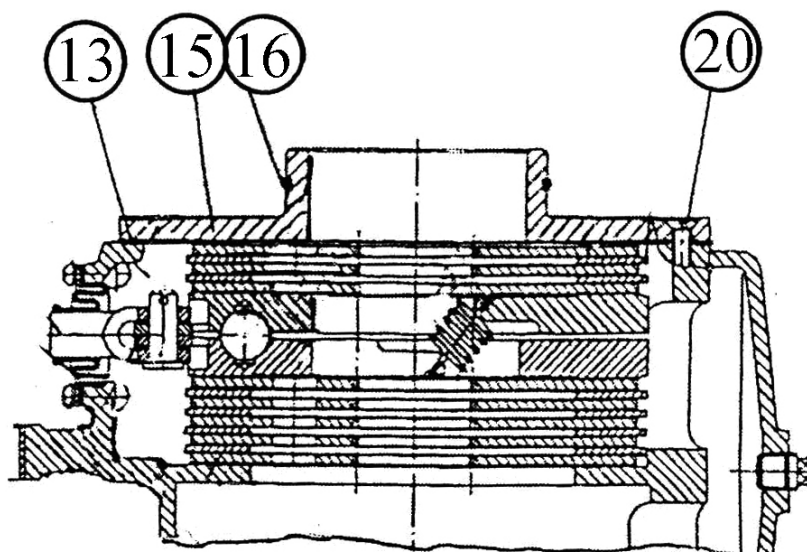

Рисунок 4.107
1.3) визуально проверьте качество прокладки (13) (**рисунок 4.107**) и при наличии дефектов установите новую поронитовую прокладку толщиной 1 мм;